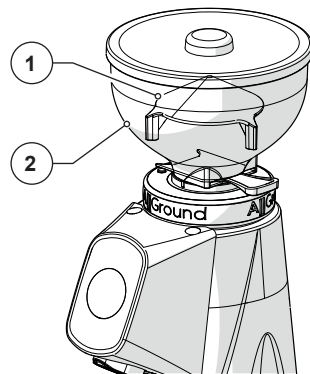

Fig. 3
- **Fungo anti intrusione su tramoggia di alimentazione caffè (Fig. 3)**